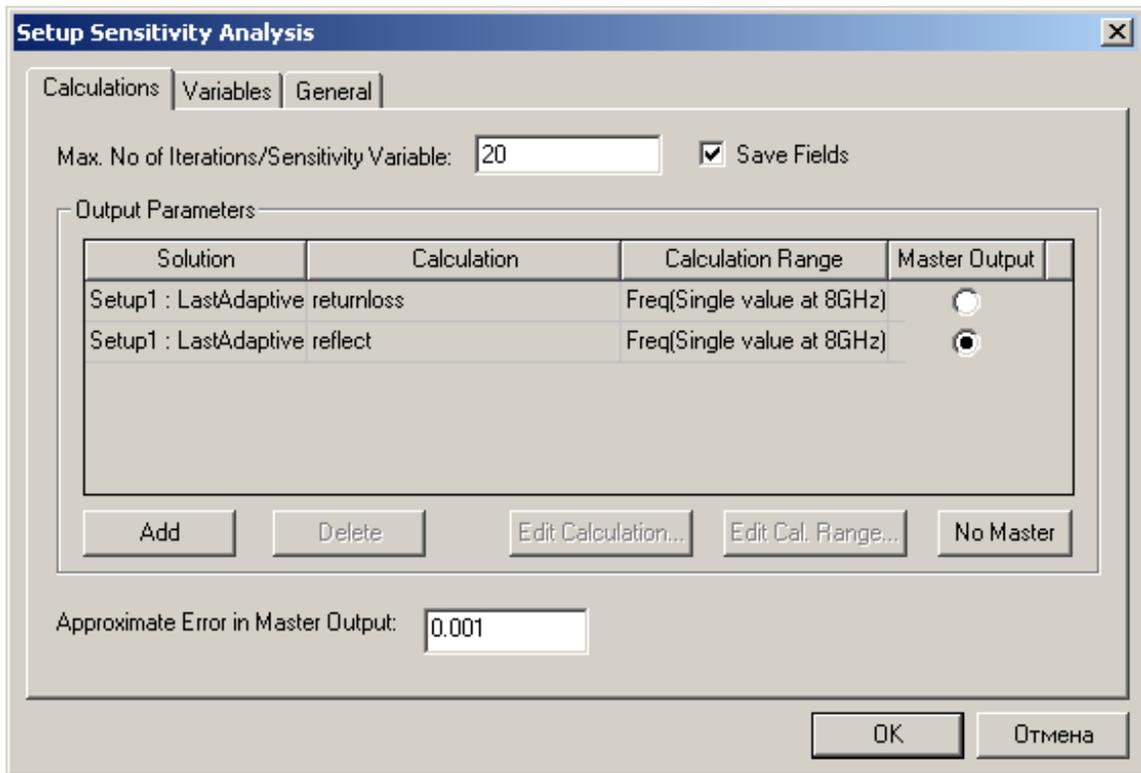

Рис. 12.22. Установки для анализа чувствительности
Величина **Max. No. of Iterations/Sensitivity Variable** – максимальное число вариаций конструкции на одну переменную, которые Оптиметрик выполнит во время анализа чувствительности. Это будет критерий остановки; если было выполнено максимальное число итераций, анализ чувствительности останавливается (рис. 12.22). Если максимальное число итераций не было выполнено, анализ чувствительности продолжается, выполняя другую итерацию, то есть решая другое изменение конструкции. Оптиметрик выполняет итерации, пока не достигнута заданная ошибка в ведущем выходном значении.
- В закладке **Calculations** диалогового окна **Setup Sensitivity Analysis**, напечатайте значение в поле **Max. No. of Iterations/Sensitivity Variable** (рис. 12.22).